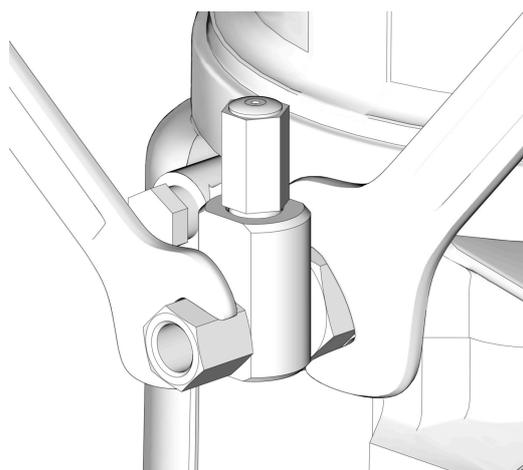

FIG. 20
Scaricare la pressione nell'elemento pompa utilizzando due chiavi operanti in direzioni opposte sull'elemento pompa e sul raccordo dell'elemento pompa per allentare lentamente solo il raccordo finché non è allentato e da esso non fuoriescono più né lubrificante né aria. Ripetere per ogni elemento pompa installato (FIG. 20).
- Utilizzare sempre due chiavi operanti in direzioni opposte ogni volta che si collega qualcosa a un elemento pompa o ai raccordi ausiliari. Vedere FIG. 20 per un esempio.